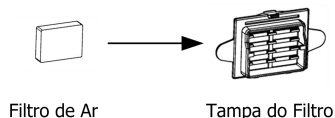

Fig. 18-4
- (1) Coloque o filtro de ar na tampa do filtro, como mostra a Fig. 18-4.